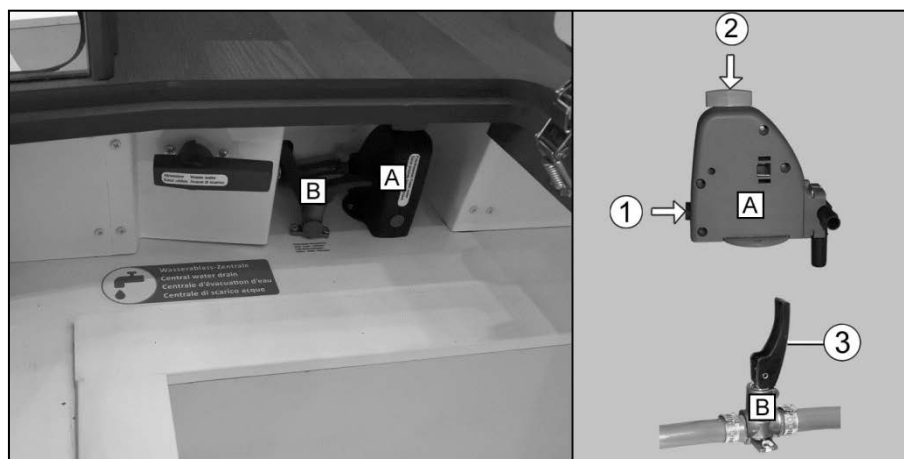

Fig. 121 Robinet de vidange (A) Chauffe-eau/robinets de vidange (B) Circuit hydraulique
Les robinets de vidange (Fig. 121/A et B) sont installés à proximité du chauffage à l'air chaud dans le double plancher au niveau de la porte d'accès. L'accès aux robinets de vidange est uniquement possible via une trappe dans le plancher.
- Placer le culbuteur (Fig. 121/3) des robinets de vidange (Fig. 121/B) uniquement horizontalement ou verticalement. Ne pas les tordre ! Le fait de tordre le culbuteur risque d'endommager le robinet de vidange et va le rendre non étanche. En cas de non-respect, la garantie Carthago prend fin.
1. Fermer le robinet de vidange (Fig. 121/A). Appuyer sur la touche (Fig. 121/1) tout en la verrouillant (Fig. 121/2).
2. Fermer les robinets de vidange (Fig. 121/B). Pour cela, placer les leviers à bascule (Fig. 121/3) horizontalement.
3. Ouvrir le robinet de vidange (Fig. 121/A). Pour ce faire, tourner le verrou tournant (Fig. 121/2) dans le sens anti-horaire.
4. Ouvrir les robinets de vidange (Fig. 121/B). Pour cela, placer les culbuteurs (Fig. 121/3) verticalement. Ainsi, le chauffe-eau est vidangé via les robinets de vidange.